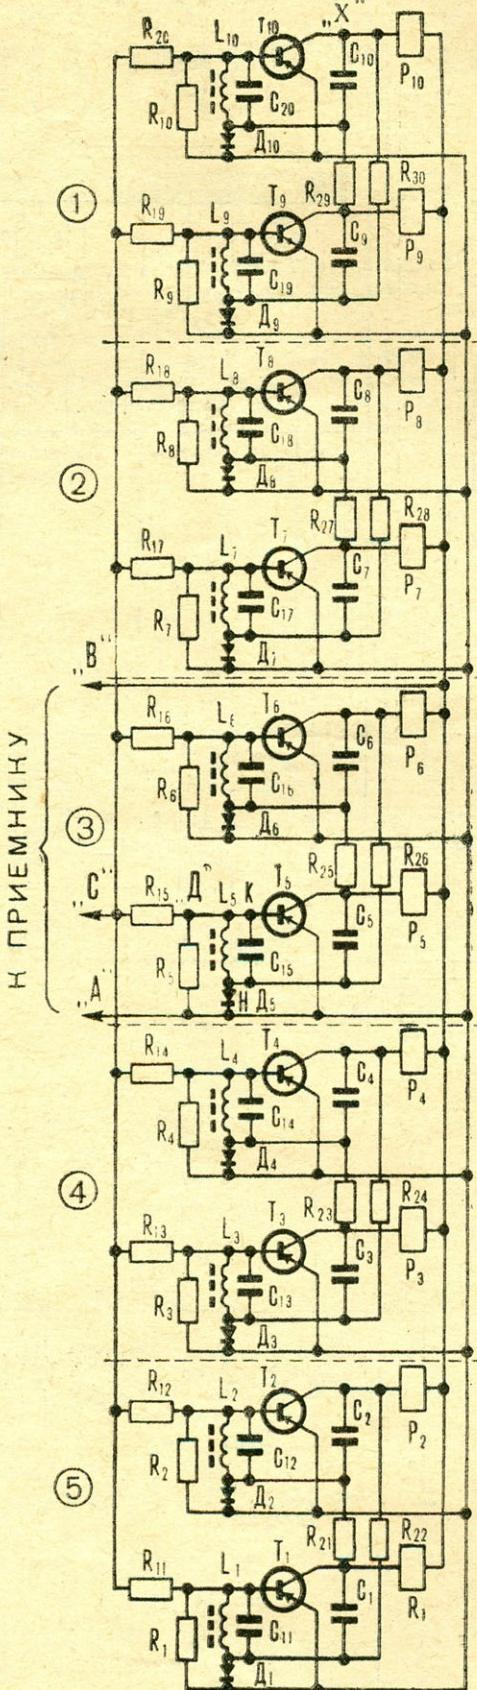

РИС. 5. ДЕШИФРАТОР ПРИЕМНИКА.
3) дешифратора (рис. 5) принимаемых команд, который передает их на исполнительные механизмы (рис. 6).
Разберем работу 1-й пары фильтров (рис. 5). Ток покоя транзисторов  $T_9$  и  $T_{10}$  колеблется в пределах 1—1,5 мА. Он определяется подбором сопротивлений  $R_{29}$  и  $R_{30}$ . В этом случае триоды слегка приоткрыты.